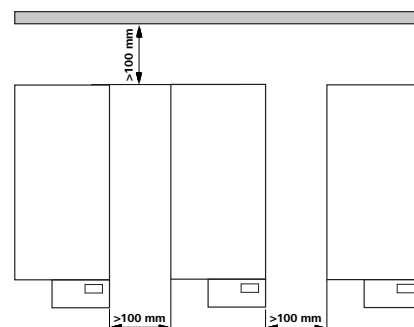

Fig. 2
- De minimumafstanden aanhouden tussen apparaten, en tussen het apparaat en de wand boven de opbouw (min. 800 mm), zie afbeelding 2.